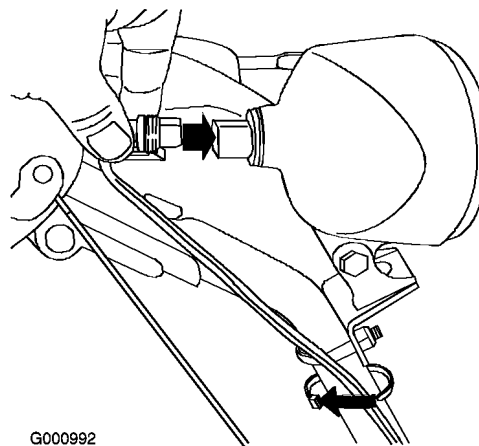

Figura 17
- 1. Inserite direttamente nel retro del faro il connettore situato sull'estremità allentata del cavo, finché non è saldo (Figura 17).
Nota: L'attacco in plastica sul connettore del cavo deve trovarsi in fondo (Figura 17).
- 2. Fissate una fascetta per cablaggio (nel sacchetto delle parti sciolte) attorno al cavo e alla stegola, a circa 2,5 cm sotto il bullone ad U (Figura 17).